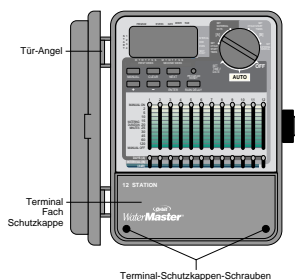

ABB. 21: Außen installierter Controller mit abgebildeter Anschlussstellenabdeckung
- Nehmen Sie den Deckel des Anschlussfaches ab, indem Sie die beiden Schrauben losschrauben und den Kunststoffdeckel gerade abziehen [siehe Abb. 21].